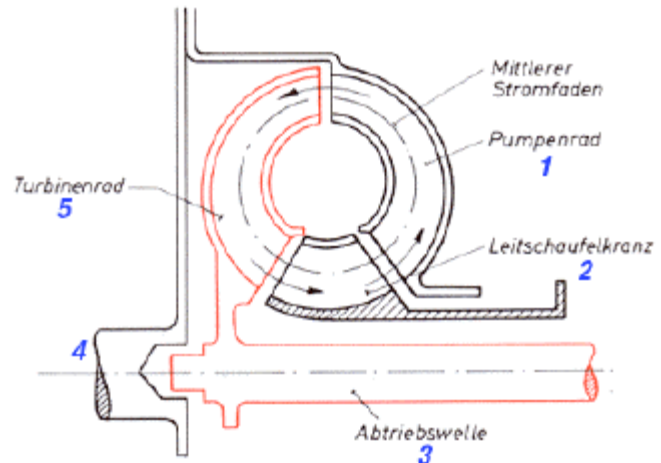

Abb. 1) Flüssigkeitsgetriebe, einphasig, einstufig (Drehmomentwandler)
Die Drehmomentwandler (Strömungsgetriebe) bestehen aus Pumpenrad (1 in Abb. 1) und Turbinenrad (5), die eine gekrümmte Beschauflung haben. Sie haben außerdem mindestens ein festes Leitrad (Leitschaufelkranz 2), das die Möglichkeit schafft, die Drehmomentwandlung an der Abtriebswelle (3) in Abhängigkeit von der Belastung zu erreichen. Bei dem Flüssigkeitsgetriebe lenkt der Leitschaufelkranz (Leitrad) die aus der Pumpe kommende Flüssigkeit in eine bestimmte Richtung. Diese Richtungsänderung bewirkt eine Steigerung der Umfangskraft des Turbinenrades. Der aus der Richtungsänderung resultierende Teil des Gesamtdrehmoments wird Reaktionsdrehmoment genannt, dessen Größe bestimmt wird durch Form, Winkel und Stellung der Schaufeln. Es können auch mehrere Reaktionsglieder eingesetzt werden. Je nach Anzahl der Stufen werden ein-, zwei-, oder dreistufige Flüssigkeitsgetriebe unterschieden.